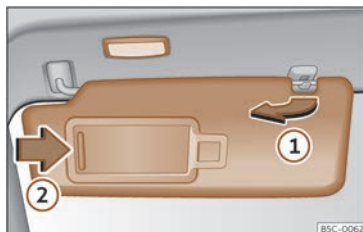

Fig. 107 Pare-soleil.
- Le pare-soleil peut être retiré du support et rabattu contre la portière >>> **fig. 107 ①**.